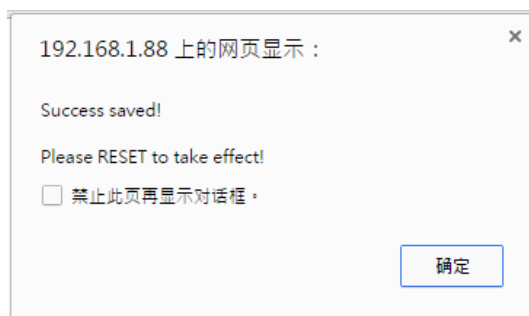

图 7-5 网页提示-保存成功
**Save Settings:** 保存设置按钮，点击后网页提示保存成功，如图 7-5 所示；